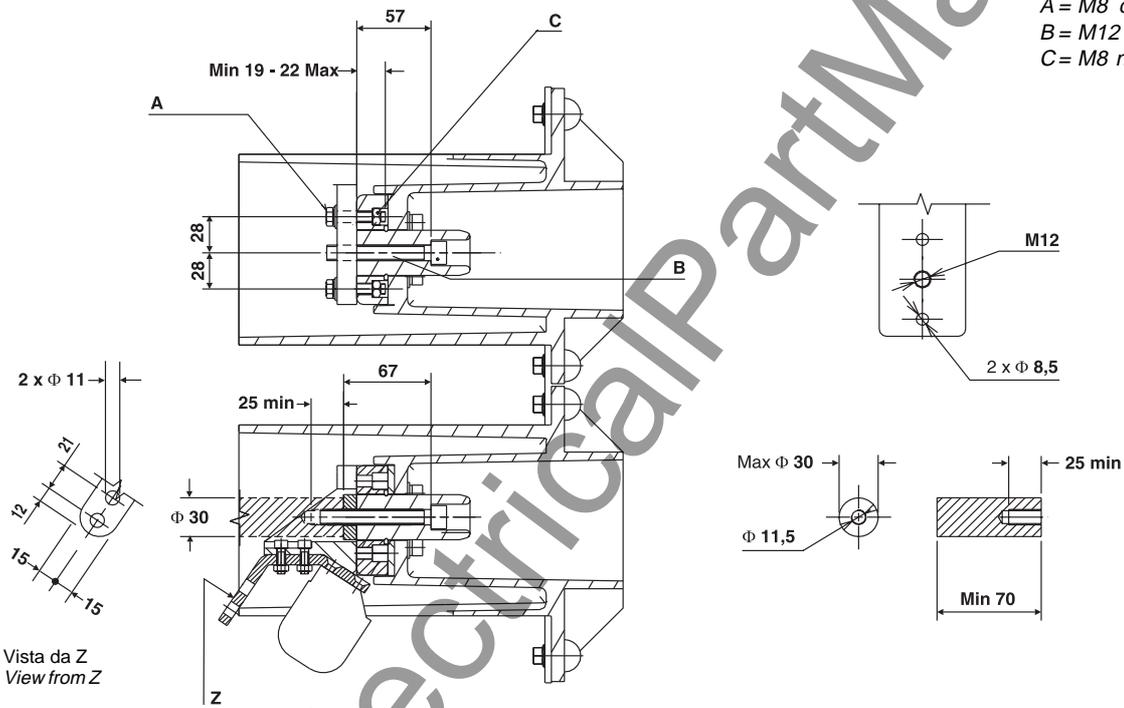

Fig. 23
Le connessioni inferiori dovranno invece essere realizzate in modo tale che la loro superficie di giunzione con il contatto inferiore non esca al di fuori dalla sagoma indicata nella fig.23, almeno per un tratto di 70 mm. Le coppie di serraggio delle viti di giunzione M12 devono essere 62 Nm.
*The lower connections must, on the other hand, be made so that their joining surface with the lower contact does not extend outside the area indicated in fig. 23, at least for a stretch of 70 mm. The tightening torque of the M12 joint screws must be 62 Nm.*